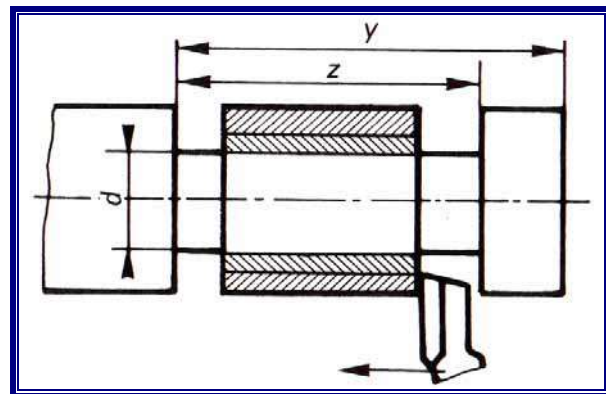

Figure 6
**3. Gorge de largeur  $z$  très supérieure à la largeur de l'outil (fig. 6)**